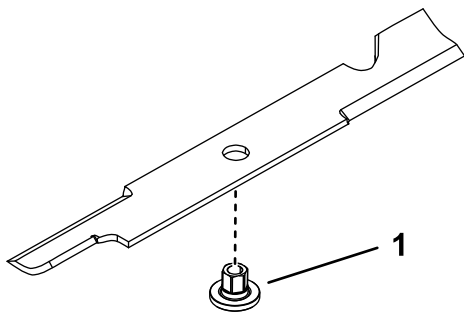

Figura 92
1. Instale el casquillo a través de la cuchilla con la brida del casquillo en el lado inferior (lado del césped) de la cuchilla (Figura 92).